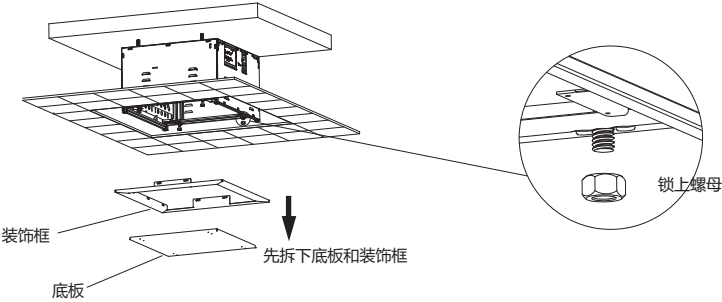

图5
3.先拆下投影机升降架底板和装饰框，再将升降架装上，然后锁紧螺母，如图5。